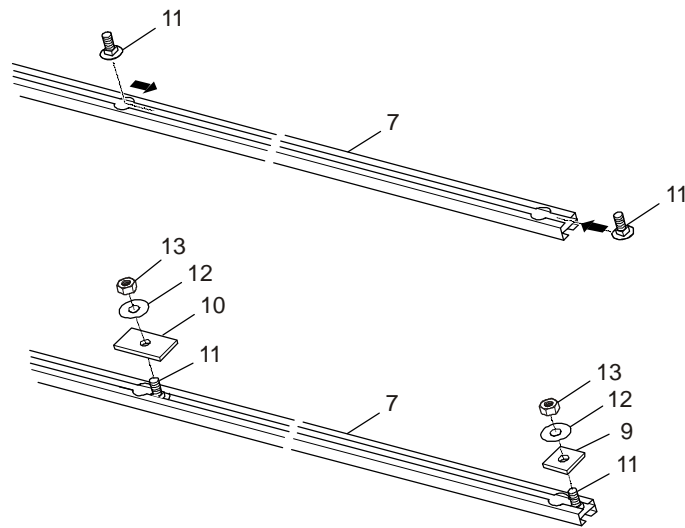

Bild 7
- Vor der Montage der Kollektoren Schloßschraube (11), Halteplatte (9/10), Unterlegscheibe (12) und Mutter (13) leicht zusammenschrauben.
- Während der nächsten beiden Arbeitgänge – siehe Bild 7 und 8 – werden dann die Schraubenköpfe seitlich in die obere Führung der Schienen (7) eingeschoben.